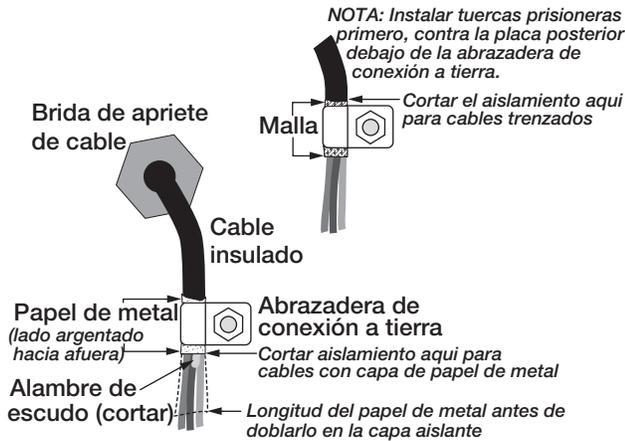

Figura 2-2. Acoplamiento de Abrazaderas a Tierra para Cables con Papel Metálico y Malla
- Para cables con papel metálico, pele el aislante y papel metálico 1/2 plg. (13mm) pasada la abrazadera a tierra ( Ver Figura 2-2). Doble el papel hacia atrás en donde el cable pasa por la abrazadera. Asegúrese que el lado plateado del papel esté hacia arriba para hacer contacto con la abrazadera a tierra.
- Para cables con blindaje de malla, pele el aislante justo desde el punto al pasar la abrazadera a tierra. Pele 1/2 plg. (13mm) de aislante solamente para exponer la malla en donde el cable pasa por la abrazadera a tierra ( Ver Figura 2-2).
- Enrute los cables pelados a través de las abrazaderas y asideras de cable. Asegúrese que los blindajes hacen contacto con las abrazaderas a tierra, como se muestra en la Ver Figura 2-2. Apriete las tuercas de las abrazaderas a tierra.